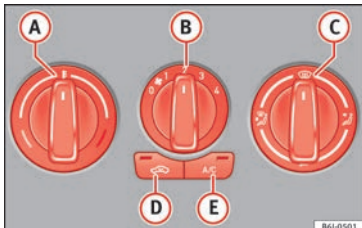

Fig. 154 Mandos del aire acondicionado en el tablero de instrumentos.
- Con los mandos rotativos **A**, **B** y **C** » **fig. 154** se regula la temperatura, la velocidad del ventilador y la distribución del aire.
- Desconecte el sistema de refrigeración con la tecla » **fig. 154** **A/C** (se apaga el testigo de la tecla).
Si el rotativo  » fig. 154 está en posición de deshielo, la trampilla de recirculación estará siempre abierta (indicador luminoso apagado).
- Pulse la tecla  » fig. 154, el testigo de la tecla se ilumina indicando que se ha activado la recirculación del aire interior del habitáculo.